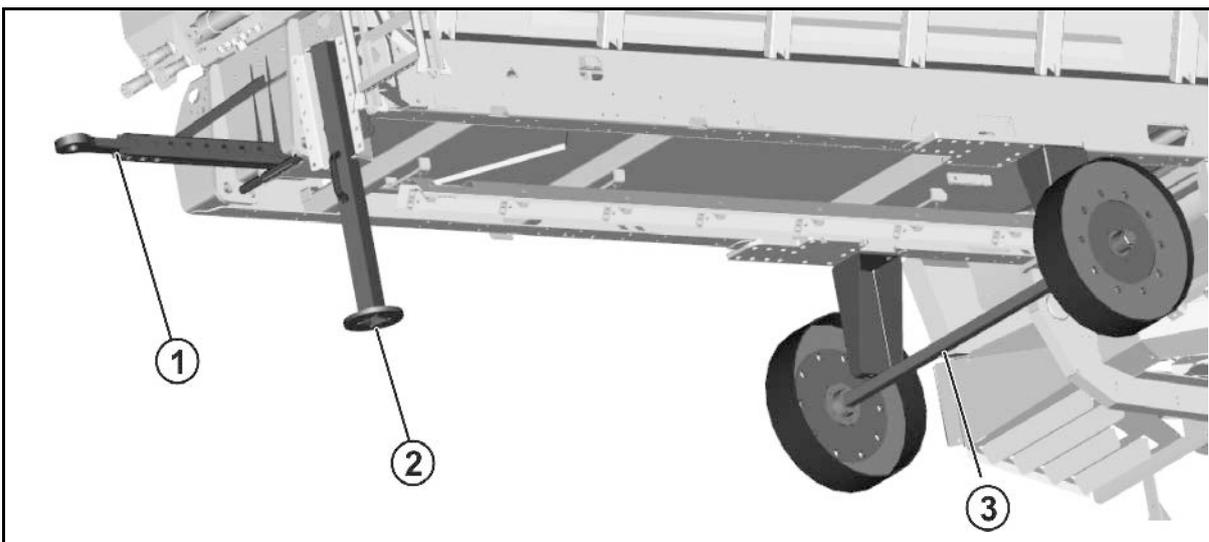

Fig. 4
2. Deichsel, Stützfuß und Fahrwerk (Fig. 4/1, 2, 3) demontieren.